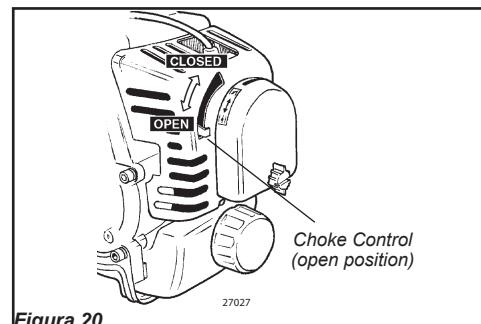

Figura 20
6. Cuando arranque el motor, mueva despacio la palanca del obturador a la posición "OPEN" (abierto). Consulte la figura 20. (Si el motor para después del arranque inicial, cierre la palanca del obturador y vuelva arrancar).